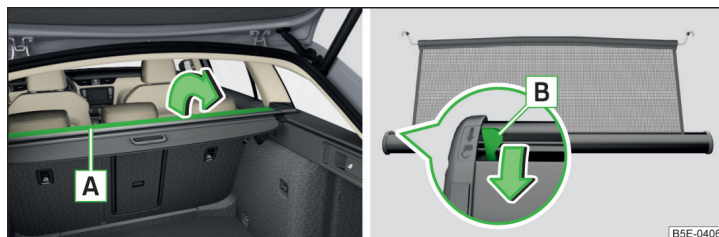

Fig. 130 Abrir la parte de la cubierta enrollable del maletero / Palanca para desbloqueo
- Abra una parte de la cubierta enrollable del maletero **A** en el sentido de la flecha » fig. 130.
- Repliegue una parte de la cubierta enrollable del maletero **[A]** en el sentido contrario al de la flecha » fig. 130.
- Abra una parte de la cubierta enrollable del maletero **[A]** en el sentido de la flecha » fig. 130.
Si la red de separación se bloquea al extraerla de la carcasa, presionar la palanca de desbloqueo **[B]** en el sentido de la flecha » fig. 130.